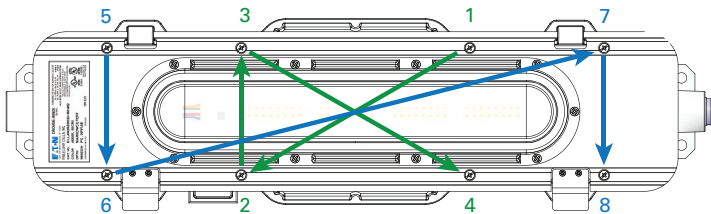

Figure 1. Emplacement des vis du boîtier du pilote DLLA2
14. Repositionner le raccord du moteur DEL à l'aide des agrafes de verrouillage. Vérifier qu'aucun câblage de luminaire n'est pincé ou coincé entre le moteur DEL et le boîtier du pilote. Introduire toutes les vis avant de les serrer pour vous assurer que leur filetage est intact. Terminer de serrer les huit (8) vis de montage du couvercle à un couple de 23 po-lb (2,6 N-m) en utilisant la séquence de serrage indiquée à la figure 1.